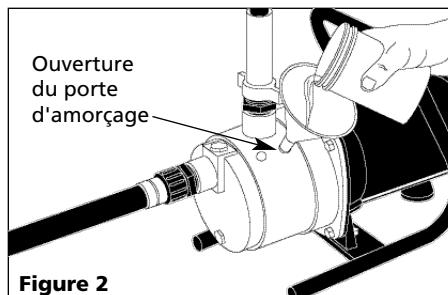

Figure 2
1. Retirer le port d'amorçage de la pompe et remplir d'eau. Réinstaller le port d'amorçage de la pompe (voir la figure 2). **Pour suralimenter la pression d'eau : Ne pas retirer le port d'amorçage. Mettre l'eau en marche.**